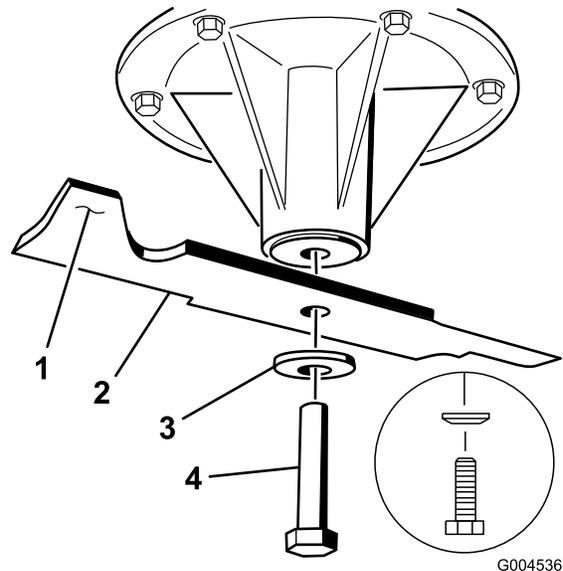

Bild 79
2. Nehmen Sie die Messerschraube, Wellenscheibe und das Messer von der Spindelwelle ab (Bild 79).
- Feilen Sie, wenn das Schnittmesser nicht ausgewuchtet ist, vom Flügelbereich des Messers etwas Metall ab (Bild 79).